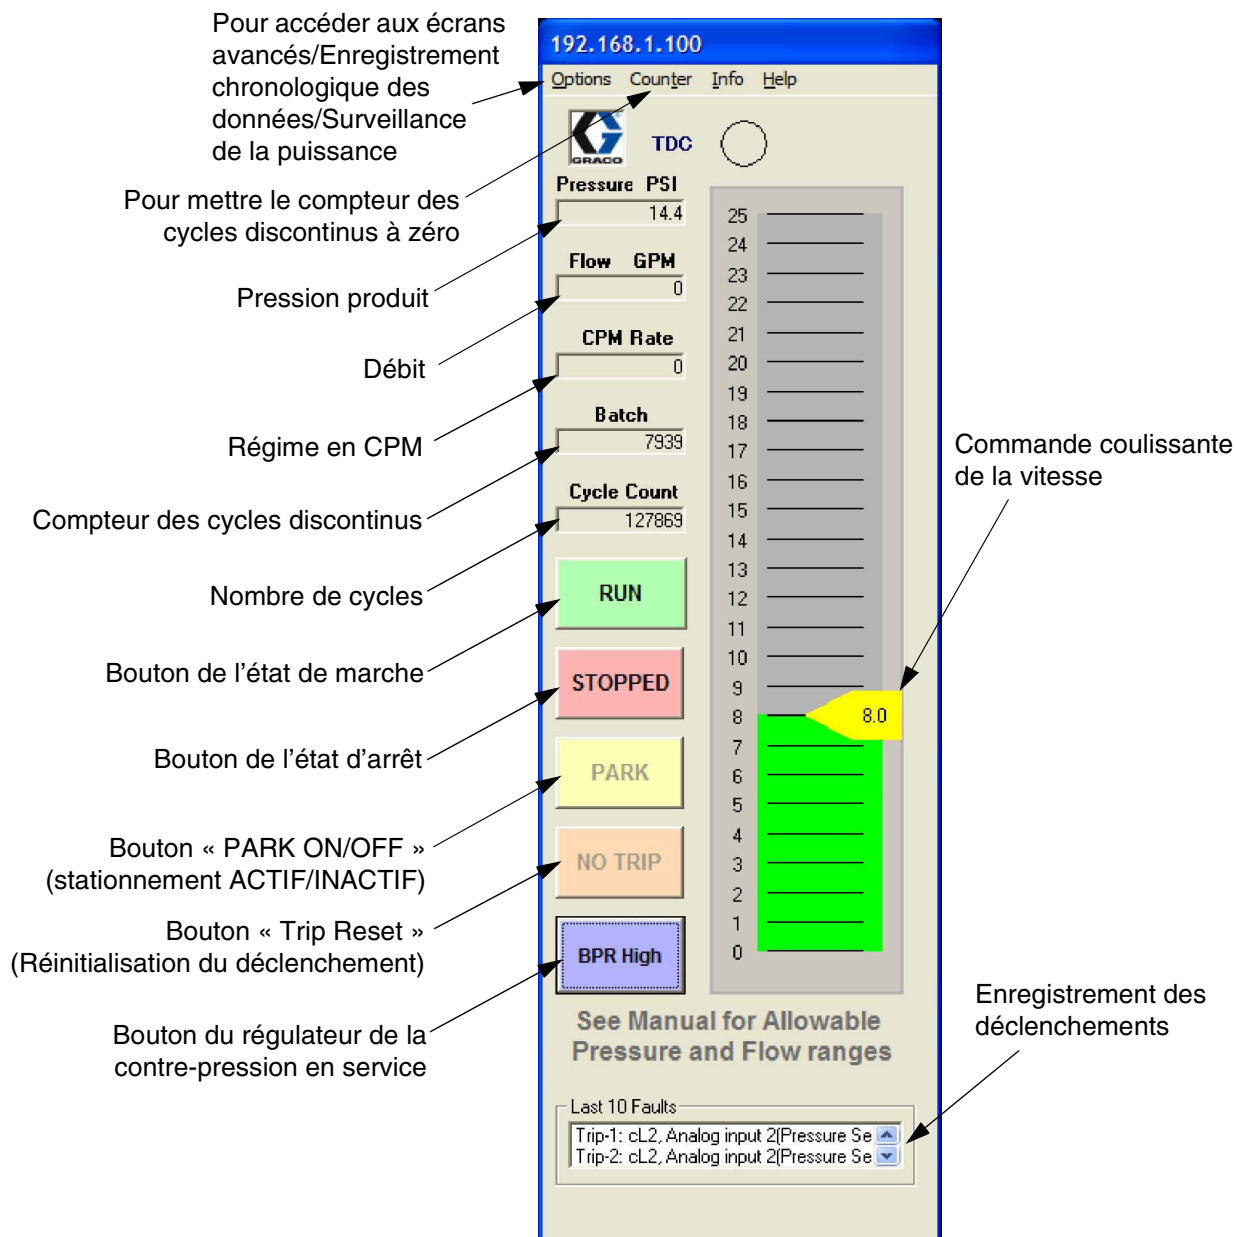

FIG. 22 . Ecran opérationnel
3. Cliquer sur CONNECT. Voir FIG. 19. L'écran de production s'affiche. Voir FIG. 22. La fenêtre « Network Setup » (Configuration réseau) se ferme lorsque la connexion est faite.
Voir FIG. 22. L'échelle coulissante sur l'écran opérationnel règle la vitesse de la pompe en unités de débit.
Voir FIG. 22. Les compteurs sont activés dans chaque mode de fonctionnement (local et à distance).
Voir FIG. 22. En mode à distance, les boutons sont actifs et peuvent être utilisés pour commander la pompe.